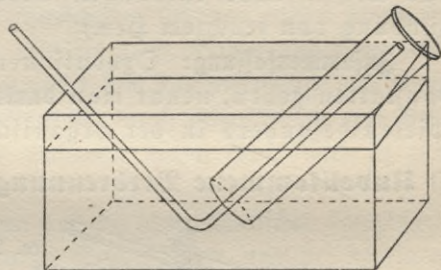

Fig. 14. Atmungsversuch.
**Versuch 4** (Fig. 14): Halte einen mittelgroßen Glaszylinder mit der Öffnung nach unten in eine mit Wasser gefüllte Schale, sauge die darin enthaltene Luft durch ein gebogenes Rohr einige Male heraus und blase sie wieder hinein. Nimm den mit der ausgeatmeten Luft gefüllten und mit einer Glasplatte geschlossenen Zylinder heraus und halte einen brennenden Span oder ein Licht auf einem gebogenen Draht hinein. Schließlich schwenke den Zylinder mit Kaltwasser aus.